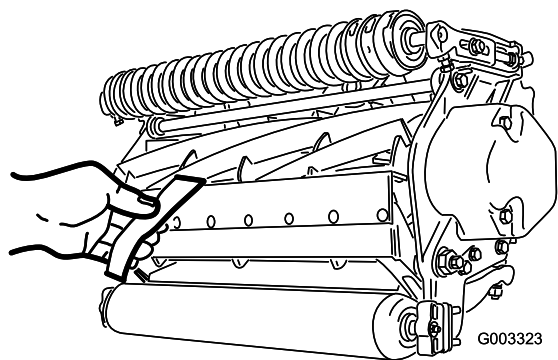

図 14
12. 切れ味確認用のトロ製試験ペーパーを一枚、リールと下刃との間に、下刃に対して直角になるように差し入れて、カッティングユニットの切れ味をテストする図 14。